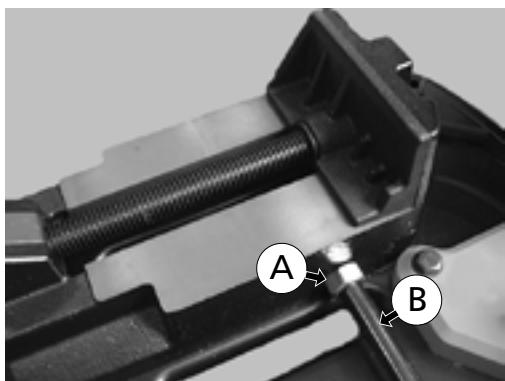

Fig. 28
Para instalar a barra de fim de curso na serra de fita, enrosque a barra (B) no torno de mesa e depois aperte o parafuso (A) (Fig. 28).
Elementos da Fig. 28